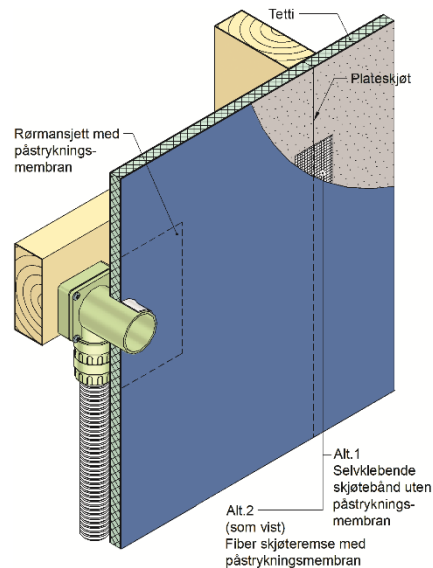

Fig. 3
Tetti rørmansjetter limes fast til underlaget med en godkjent påstrykningsmembran. Deretter dekkes mansjettene med påstrykningsmembranen i en bredde som er bredere enn selve mansjetten, se Fig 3.
- Alternativ 2: Tetti selvklebende membranbånd benyttes over veggskjøter og skruefester med en godkjent påstrykningsmembran som toppstrøk, se Fig 3. Det skal ikke legges membran under membranbåndet, kun over.